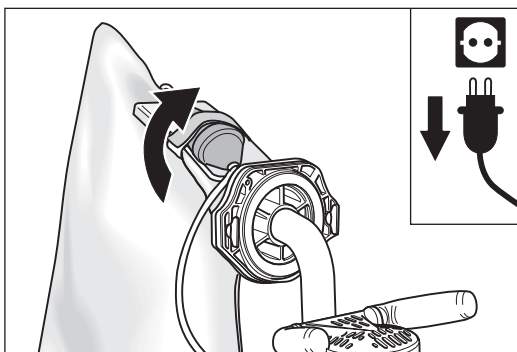

Abb. 16 Die Kupplung aus der Klettschleife am Staubsaugbeutel entnehmen.
- 3 Nehmen Sie die Kupplung des Verlängerungskabels aus der Klettschleife am Staubsaugbeutel (Abb. 16).